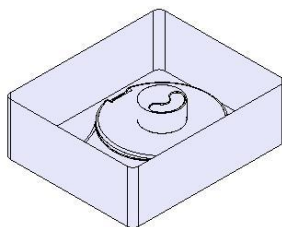

图7-39
7. 选择第 4 步创建的草图轮廓，在【成形特征】工具条中单击【拉伸】按钮，弹出【拉伸】对话框。在【结束】输入框中输入“90”，单击【更多选项】按钮，在【体类型】复选框中选择【片体】选项，单击**确定**按钮创建拉伸特征，如图 7-39 所示。